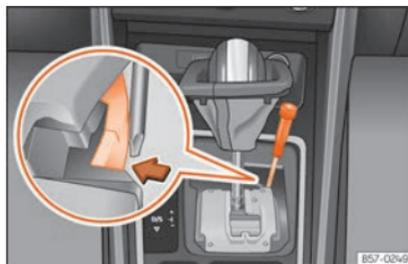

Fig. 164 Alavanca seletora: desbloqueio de emergência a partir da posição de estacionamento.
- Com a ajuda da parte plana de uma chave de fendas, pressione lateralmente a patilha amarela e mantenha-a pressionada **>>> Fig. 164**.